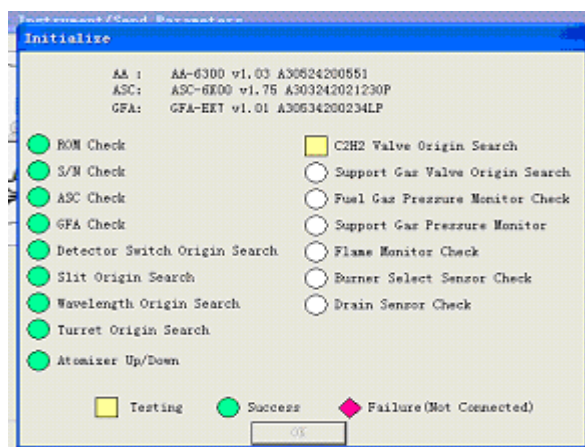

图 2-10
8、确认联机操作后，屏幕显示图 2-10，进行仪器的自检，如果有项目显示为红色，则表示自检可能出现问题。如果 ASC Check 和 GFA Check 是红色，表示石墨炉和自动进样器连接不良或电源未打开，并不影响火焰法测试。都是绿色，表示自检成功。